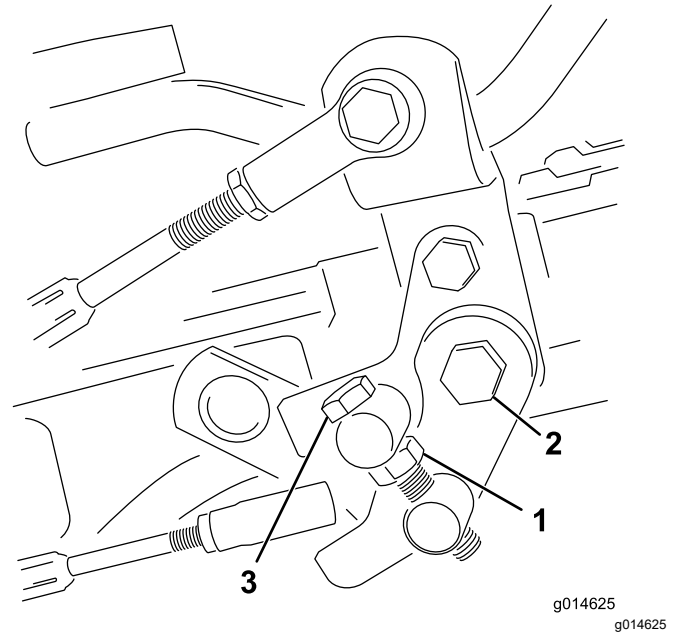

图 39
1. 松开枢轴螺栓上的锁紧螺母图 39。
4. 上紧枢轴螺栓上的锁紧螺母和踏板枢轴上的螺母锁定调整图 39。检查调整情况并按需要调整。